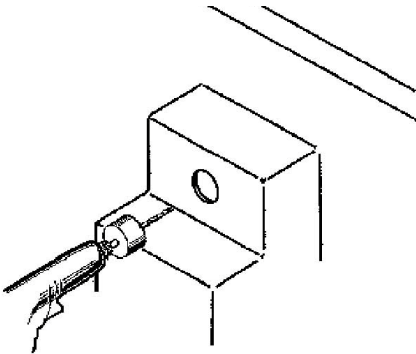

**Fig. 1**
1. Fixar na parede de cimento os passamuros a uma distância de 400-700 mm abaixo do nível de água (Fig. 1).
1. O projetor coloca-se a 400 mm abaixo do nível de água do SPAS e numa zona onde não seja facilmente tapado por um corpo de uma pessoa. Coloca-lo de preferência na parede dos degraus de entrada dos SPAS (Fig. 1).